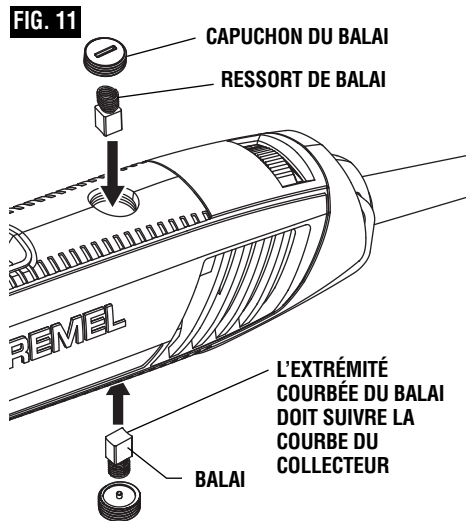

FIG. 11
- Retirez les balais de l'outil en tirant sur les ressorts qui sont fixés aux balais en charbon. Si le balai a moins de 3,2 mm de long et que le bout du balai qui vient en contact avec le commutateur est rugueux et/ou piqué, le balai doit être remplacé. Vérifiez les deux balais (Fig. 11).